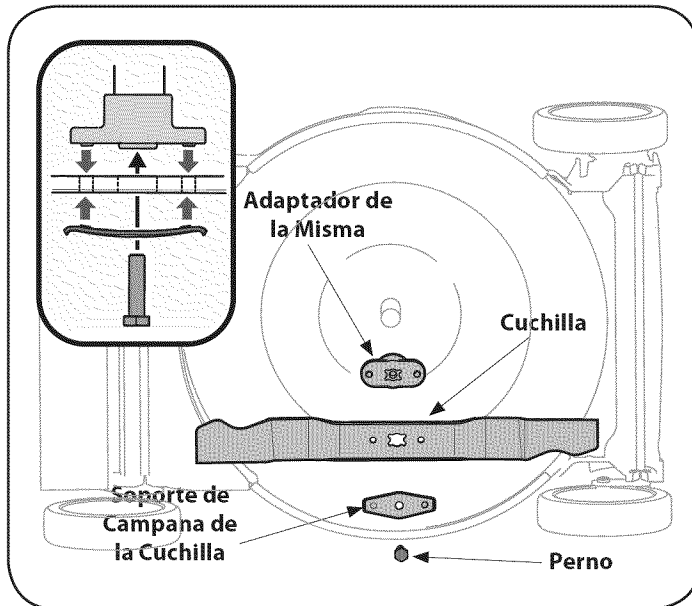

Figura 20
2. Saque el perno y el soporte de campana de la cuchilla que sostienen la cuchilla y el adaptador de la misma al cigüeñal del motor. Vea la Figura 20.